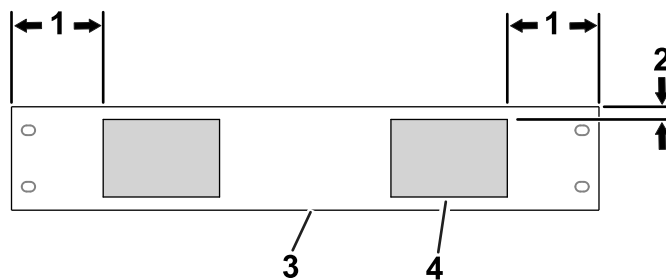

Figur 10
6. Fäst batterikablarna och datagränssnittskablaget på batterilådan med ett tryckfästelement (Figur 10).